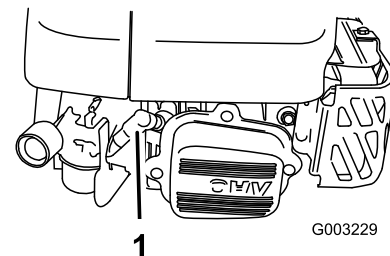

Figure 33
2. Débranchez la bougie (Figure 33) avant de procéder à un quelconque entretien.